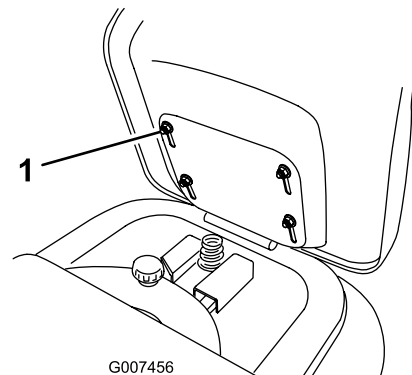

Figura 5
1. Suba el asiento y afloje los cuatro pernos (Figura 5).